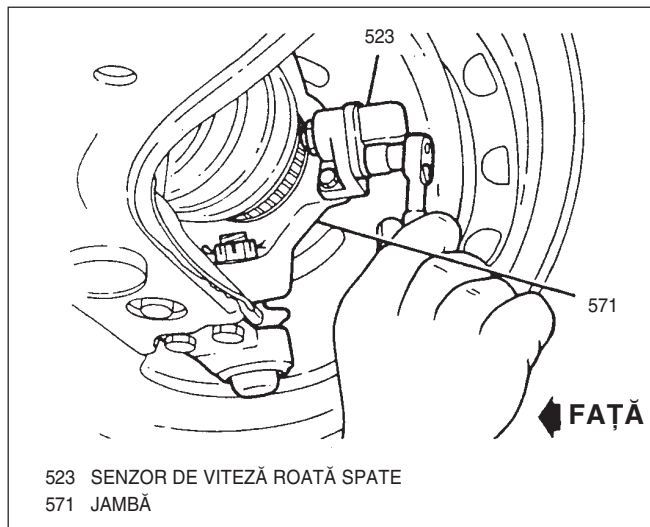

Fig. 25 Demontarea senzorului de viteză al unei roți din față
3. Șurubul și senzorul de viteză de la jambă (Fig. 25).